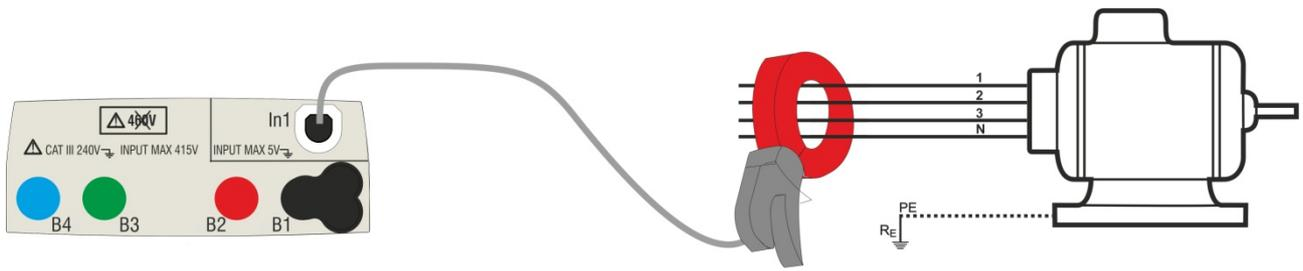

Abb. 24: Indirekte Messung eines Leckstroms in einer dreiphasigen Installation
4. Zur indirekten Messung des Leckstroms schließen Sie die externe Stromzange entsprechend Abb. 24 an. Zur direkten Messung des Leckstroms schließen Sie die externe Stromzange entsprechend Abb. 25 an und trennen Sie alle möglicherweise vorhandenen zusätzlichen Erdungen, welche die Testergebnisse beeinflussen können.